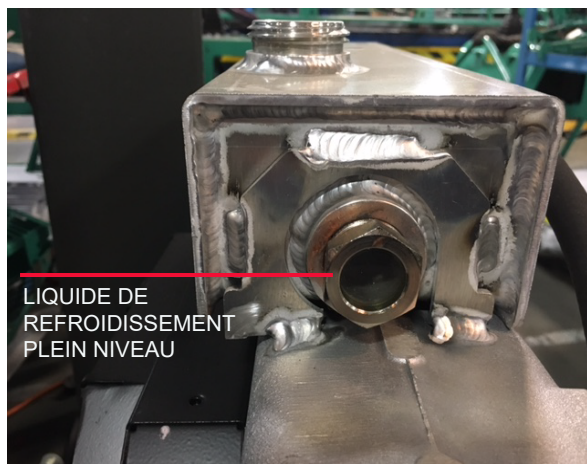

Figure 8. Niveau de liquide de refroidissement
3. Ouvrez la coquille de palourde pour accéder au voyant du liquide de refroidissement (Figure 8).